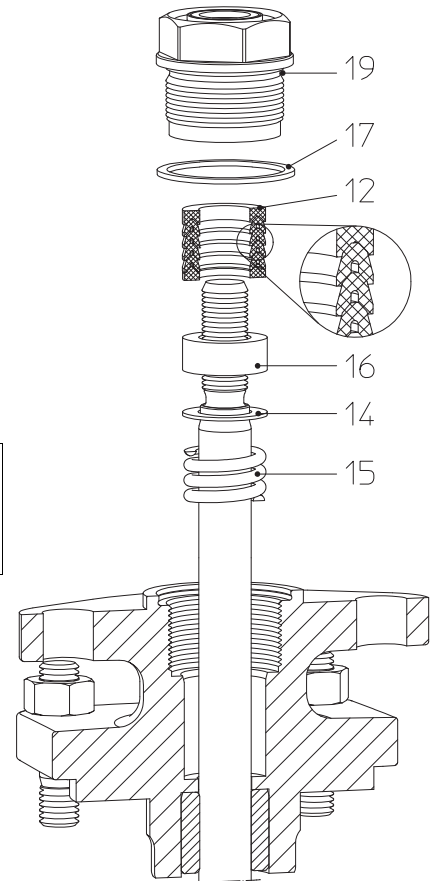
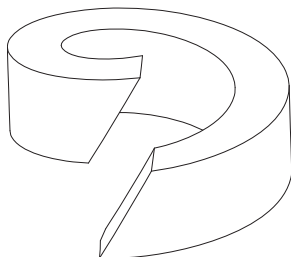

Рис. 18:
Рис. 21: разделенное
- При замене колец (поз. 12) соблюдайте правильный порядок и монтажное положение каждого элемента (см. Рис. 18).
- Установите новое уплотнительное кольцо, руководствуясь Рис. 18 - Рис. 21.
При использовании разделенных уплотнительных колец, разрез должен производиться с наклоном согласно Рис. 21